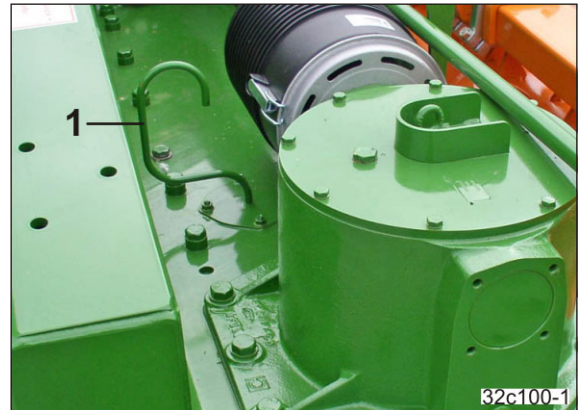

Fig. 134
Die Stirnradwanne besitzt ein Entlüftungsrohr (Fig. 134/1). Die Entlüftung muss gewährleistet sein, damit die Stirnradwanne nicht undicht wird.
2. Den Deckel mit Entlüftungsrohr (Fig. 134/1) öffnen.